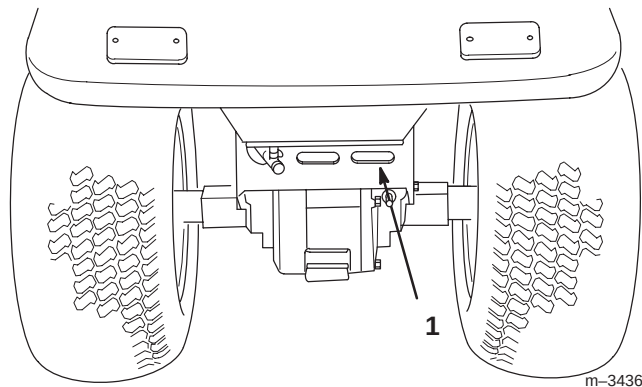

Figure 12
- Le couvercle de la boîte-pont arrière est un point d'admission d'air servant au refroidissement de la boîte-pont. Enlevez les débris qui se trouvent sur le couvercle de la boîte-pont avant d'utiliser le tracteur (Fig. 12).